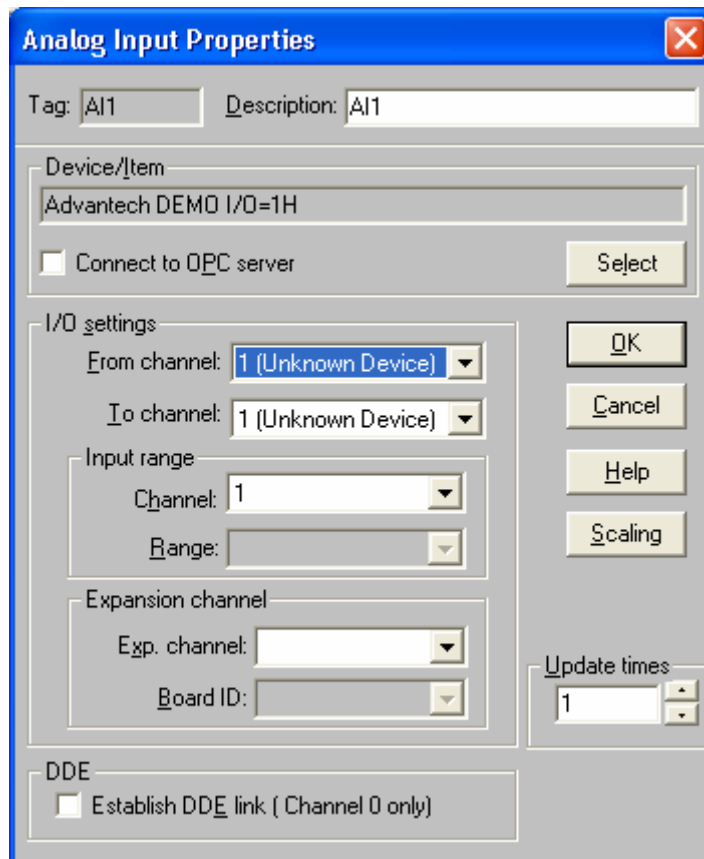

Рис. 4.19. Конфигурирование блока аналогового ввода
3. Выполните *третье действие* из занятия 1. Сконфигурируйте блок аналогового ввода в соответствии с рис. 4.19. Единичные значения номеров каналов **From channel** и **To channel** означают, что в эмуляторе будет использован меандр (прямоугольный сигнал) со значениями  $\pm 5$  вольт. Для сохранения значений параметров блока аналогового ввода нажмите кнопку **OK**.